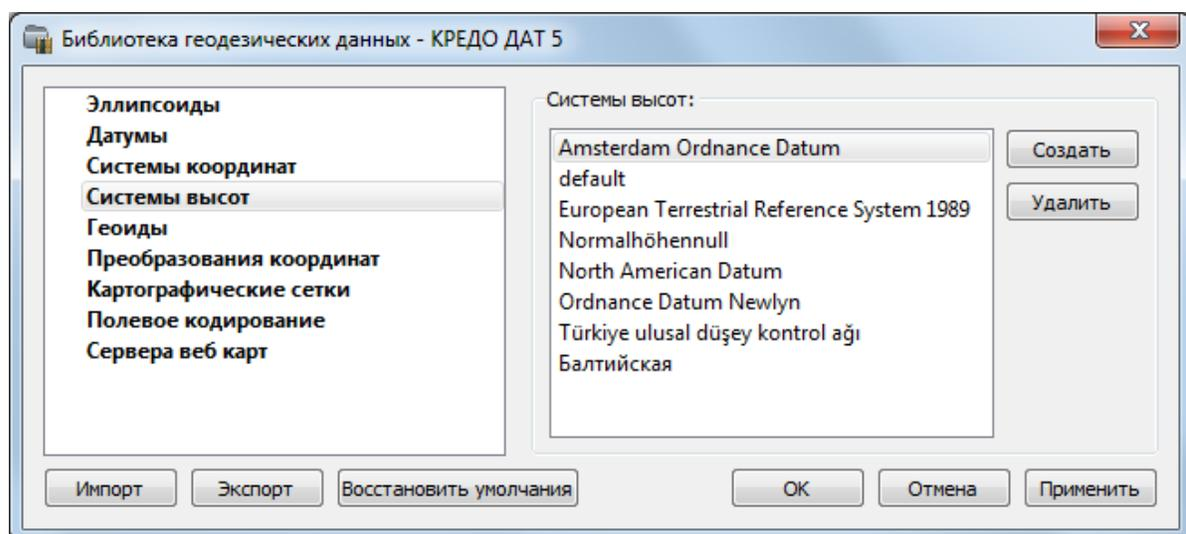

Рисунок 4.14
- В открывшемся диалоге **Библиотека геодезических данных** выберите раздел **Системы высот** (см. рис. 4.14).